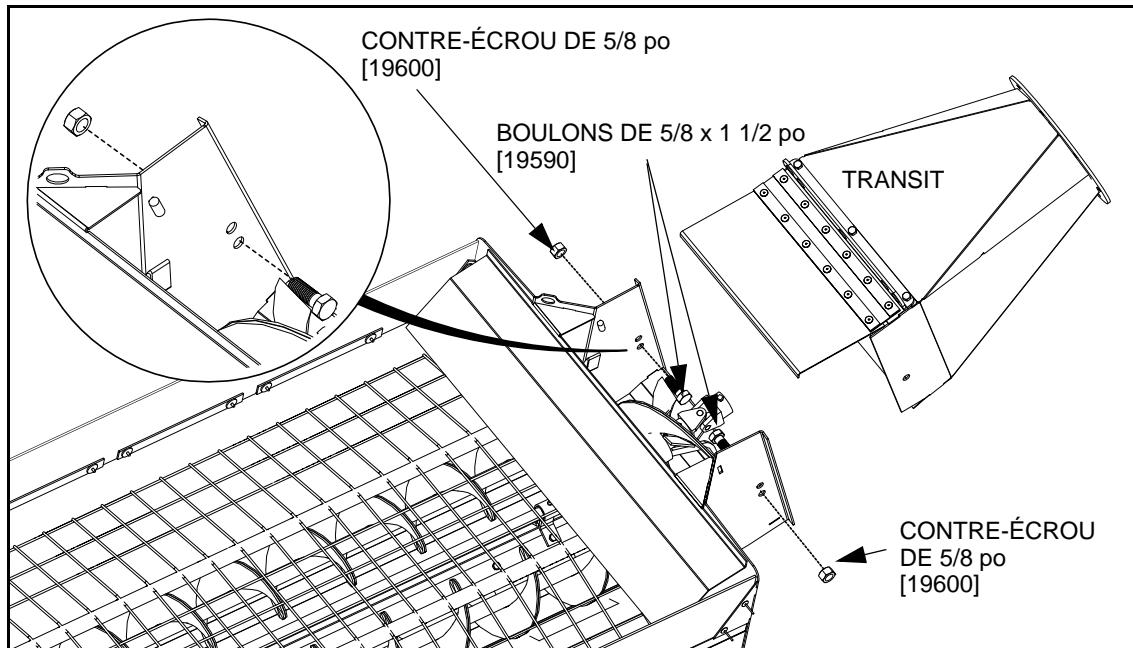

Figure 3.36 Installation du transit
- Fixer l'élément de transition à la trémie de réception avec deux boulons de 5/8 x 1 1/2 po (19590) et contre-écrous de 5/8 po (19600). **NE PAS** trop serrer, serrer seulement jusqu'à ce qu'ils soient légèrement desserrés car ces boulons servent de points de pivot (Figure 3.36).